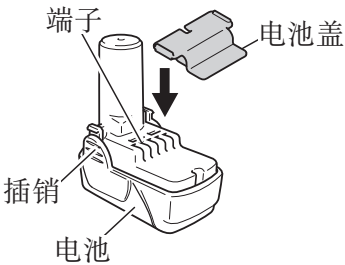
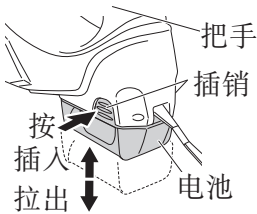

图 2
图 3
- 请先紧抓住把手、然后再推压电池插销以拆下电池（参照图 2 和图 3）。
- 插入电池时请注意极性（参照图 3）。